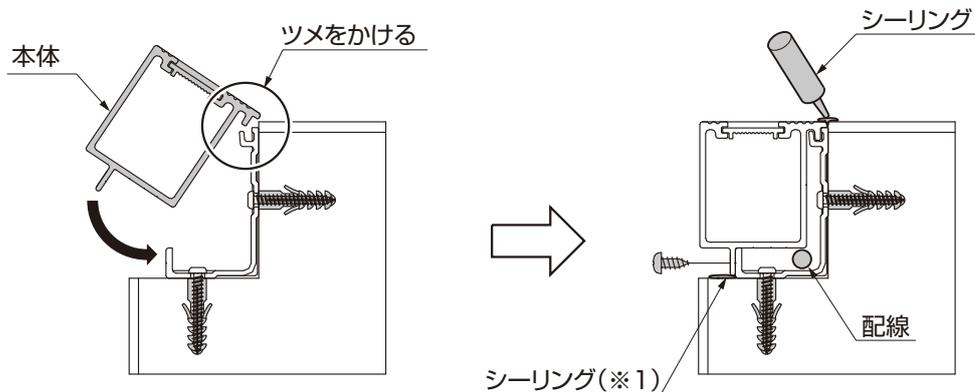
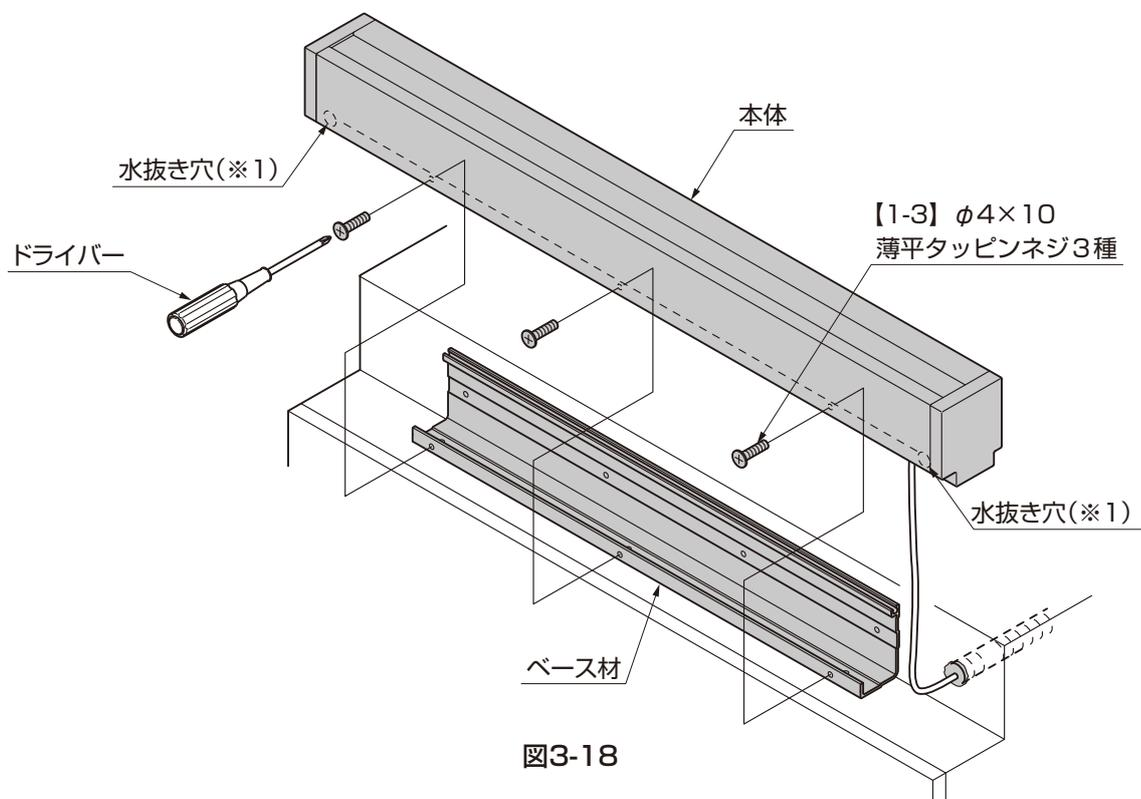

図3-17
図3-18
① 本体をベース材に【1-3】で取付けてください。(図3-17、図3-18参照)
② 本体と基礎接合部分にシーリングをしてください。(図3-17参照)